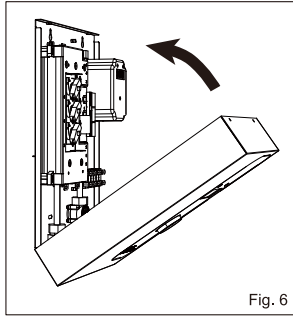

Fig. 6
7. Réinstaller le couvercle avant après avoir terminé « INSTALLATION DE PLOMBERIE » et « INSTALLATION ÉLECTRIQUE ». Fixez le couvercle avant uniquement après avoir vérifié que les vis de montage sont fermes et fiables. Le montage du couvercle avant illustré ci-dessous (Fig.6).